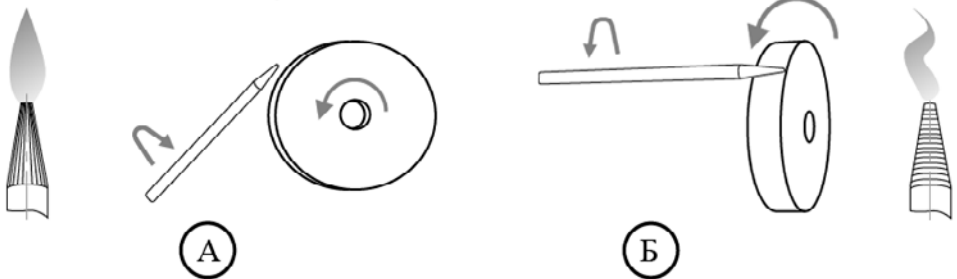

Рис. 10.5. Пример заточки вольфрамового электрода.
**Особое значение следует уделить правильности заточки вольфрамового электрода, т.к. это влияет на качество и форму сварного шва (См. рис. 10.5, 10.6).**